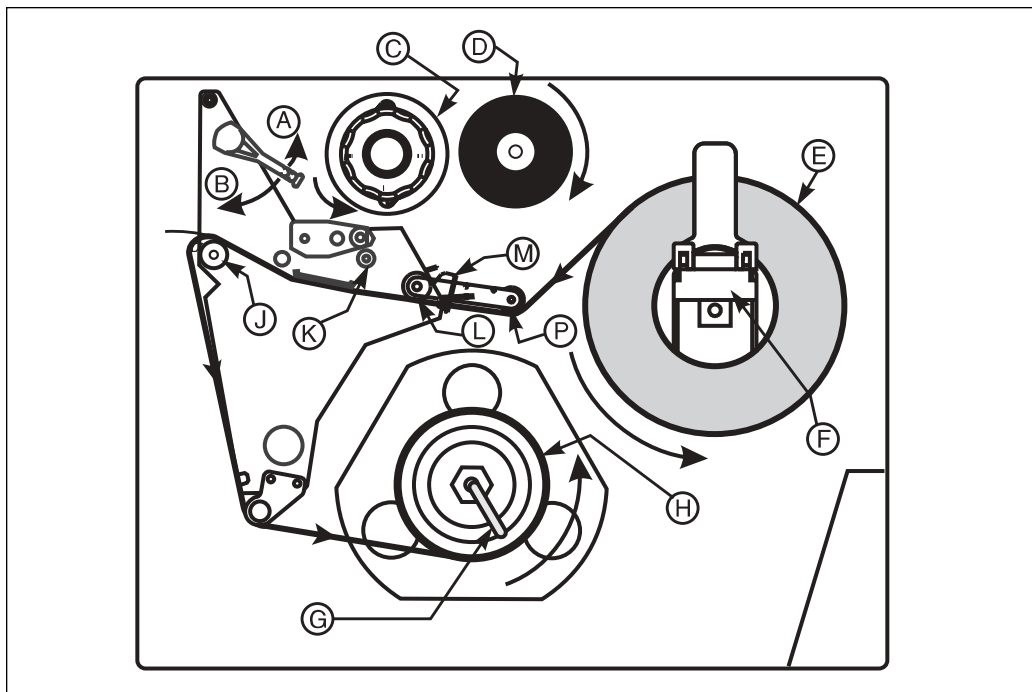
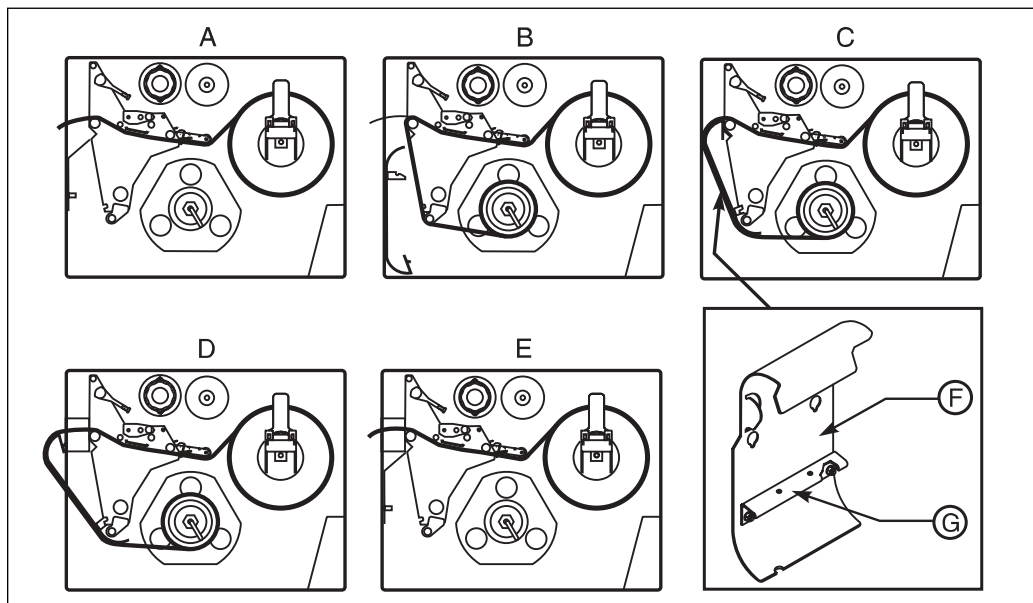

图5
图6
撕纸模式的介质卷装载 (图 6-A)
1. 将介质卷 (图 5-E) 放置于「介质供应架」(图 5-F) 或任选的「供应轴」上。
2. 移动位于「上方打印头组件」上的横杆以开启打印头, 使其位于开启位置 (图 5-A)。
3. 松开「介质导板」(图 5-M) 上的螺丝, 并使导板的位置远离打印机框架, 越远越好。
4. 把介质从「活动臂组件」(图 5-P) 底下和「下方滚轴」(图 5-L) 底下穿过, 然后从上方介质导板与主介质导板之间穿过, 越过打印头之下, 到达「压纸滚轴」(图 5-J) 之上。
5. 调整「介质导板」(图 5-M) 的位置, 直到其碰触到介质外缘, 而不会扣紧为止。请确定其与介质边缘平行, 然后拧紧螺丝。
6. 移动位于「上方打印头组件」上的横杆以关闭打印头, 使其位于关闭位置 (图 5-B)。
剥离模式 (图 6-B)
3. 从「拾取轴杆」(图 5-H) 上取下「轴杆钩」(图 5-G)。如果您使用卷芯, 请把所有的胶带从卷芯上拆下, 并将其穿在「回卷轴」上, 直到其厚度增加而碰到导板为止。
回卷模式 (图 6-C 和 6-D)
1. 在打印组件的前方, 把「介质回卷板」(图 6-F) 从介质仓内部的存放位置上取出。
2. 反转「回卷板」, 使其附带的「钩板」(图 6-G) 的边缘朝下。
4. (仅对于带切纸器/回卷选项的打印机, 图 6-D。) 把「回卷板」上的两个小突起插入「切纸器托架」上对应的槽孔内。「回卷板」应当回弹到适当的位置。
6. 从「拾取轴杆」(图 5-H) 上取下「轴杆钩」(图 5-G)。如果您使用卷芯, 请把所有的胶带从卷芯上拆下, 并将其穿在「回卷轴」上, 直到其厚度增加而碰到导板为止。
7. 如图 5 及图 6 的方式装设介质, 并且 (1) 在「介质拾取轴」上卷动 1-2 次, 再重新安装「轴钩」, 或 (2) 在 76.2 mm 卷芯上卷动 1-2 次。(对某些类型的介质而言, 特别是签条介质, 如果介质无法在卷芯上卷紧, 您可能需要将介质末端用胶带贴在卷芯上。除非有绝对必要, 否则不要用胶带把标签材料贴到卷芯上。)
切纸器模式 (图6-E)
1. 根据以上「撕纸模式」的说明来装载介质, 不同之处是介质在装设时要穿过切纸器模块, 如图6-E所示。
调整「介质导轨」(图5-M)的螺丝, 让介质不至于滑动; 确认其与介质边缘平行。
装载色带时，请确认色带的卷芯已靠紧「色带供应轴」的档圈(图5-D)。请勿使用比介质还要窄的色带。